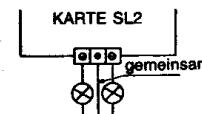

Abb. 3
- 4.C) Diese Karte hat eine Dreifach-Klemme, deren mittlere an den gemeinsamen Draht (blau) der beiden Lampen angeschlossen wird; die beiden anderen Klemmen werden an die Rückleitung der Lampen (siehe Abb. 3) angeschlossen.